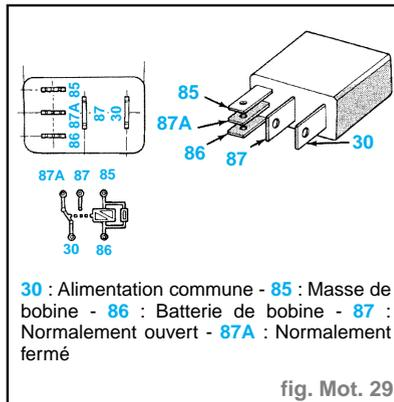

fig. Mot. 29
- La description suivante du fonctionnement et des essais s'applique uniquement aux relais de coupure automatique (ASD) et de pompe à carburant. Les bornes de la base de chaque relais sont numérotées (fig. Mot. 29 ou 30).